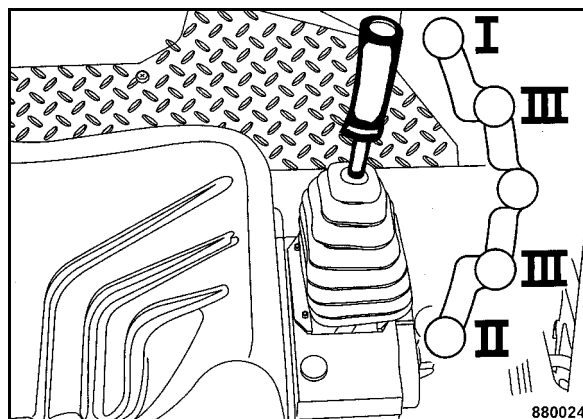

Fig. 50
- Estrarre la leva di marcia (Fig. 50) dalla tacca di frenata e poi spostarla lentamente nella direzione di marcia desiderata.